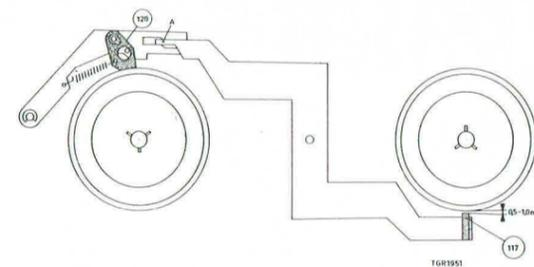

Fig. 17
### Ajustage de freins (fig. 17)
- Pousser le patin de freinage, rep. 120 vers la gauche comme indiqué figure 17.